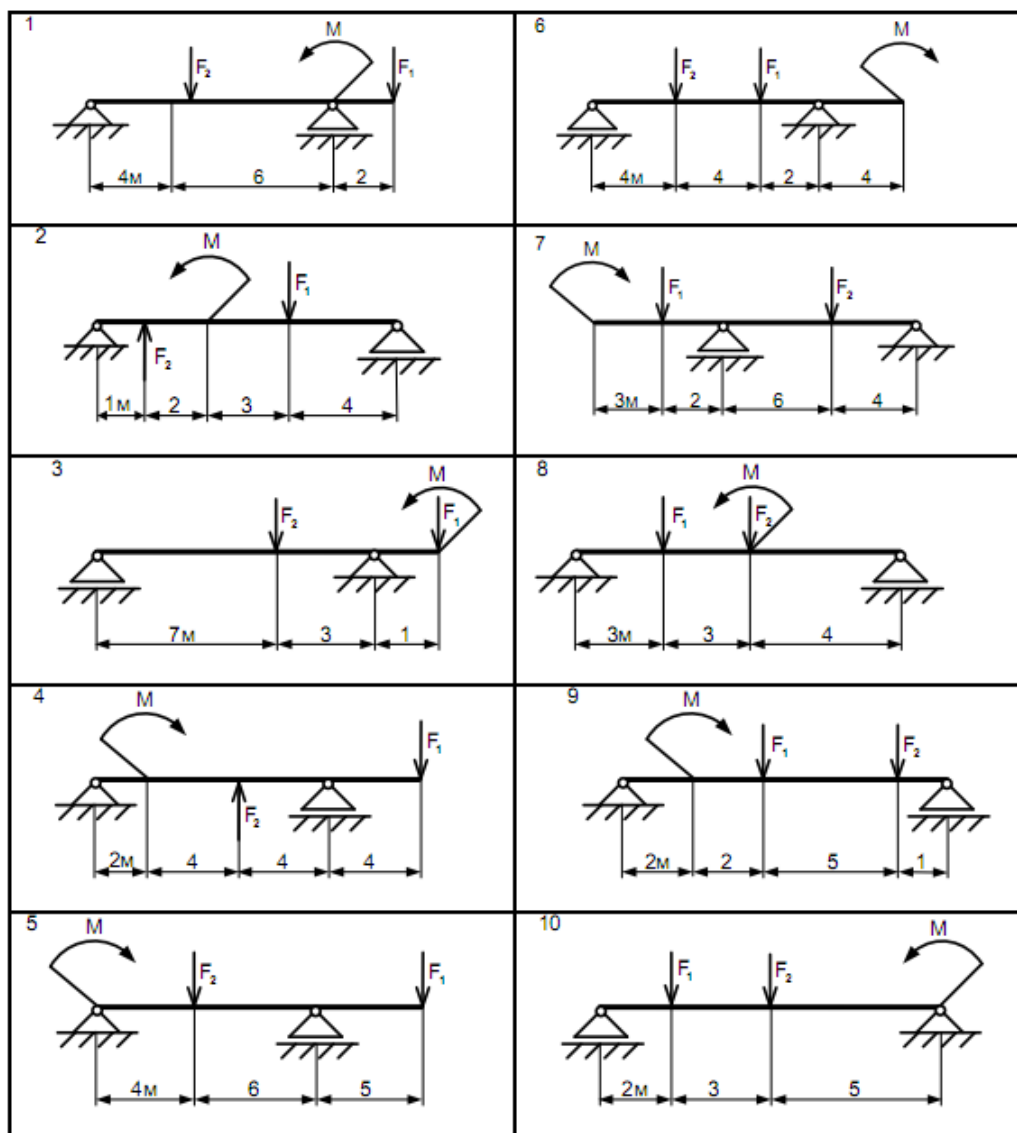

Рисунок 2. Исходные схемы балок
Определить реакции опор балки (рис.2).
1. Ознакомится с заданием рисунок 2.